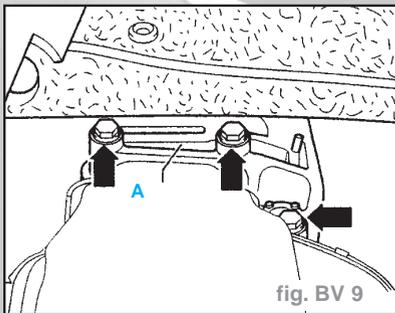

fig. BV 9
- les vis de fixation (flèches) pour la console de boîte de vitesses (**A**) doivent être accessibles (fig. BV 9)
- Reposer la console de boîte de vitesses (**A**) avec des vis neuves (flèches) (fig. BV 9).